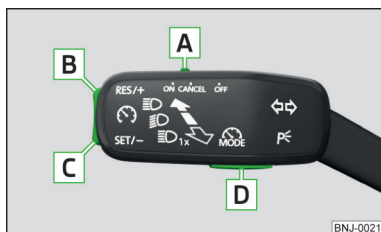

Fig. 201
Prezentare generală a elementelor de operare a GRA » fig. 201
- ▶ Prin apăsarea tastei **D** » fig. 201.
- Prin acționarea tastei **D** » fig. 201 în timpul reglării, aceasta se întrerupe și se dezactivează limitatorul de viteză.